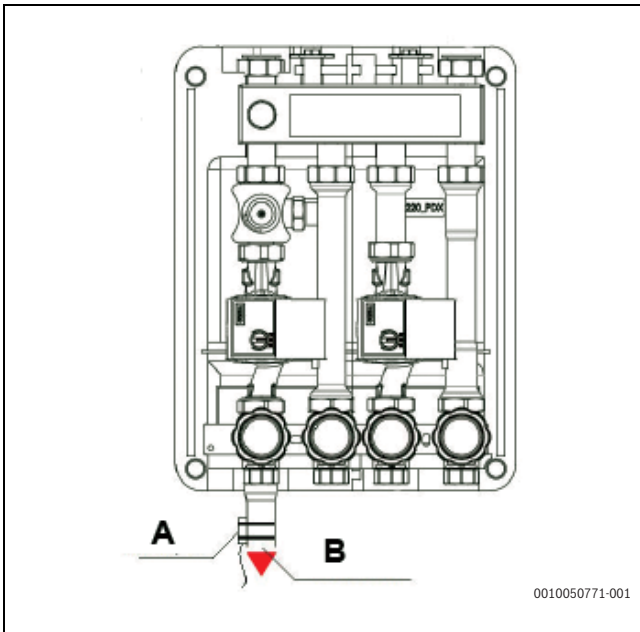

Bild 145 Tw2-Temperatursonde platzieren
Temperatursonde Tw2 (im Paket enthalten) T1BX - T1B30X (separat geliefert) in der Versorgungsleitung der Niedertemperaturzone (→ Abb. 145) unter Verwendung der Rohrschellen fixieren.
Anweisungen in → Fig. 145 befolgen
- ▶ Kopplung der Einsätze (2 oder 3 je nach Modell der T-Box), (→ Abb. 145).